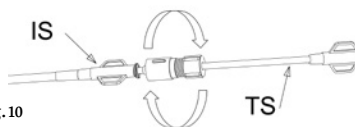

Fig. 10
- Conecte el catéter de transporte (TS) a la vaina de implantación (IS) enroscando el catéter de transporte (Fig. 10).